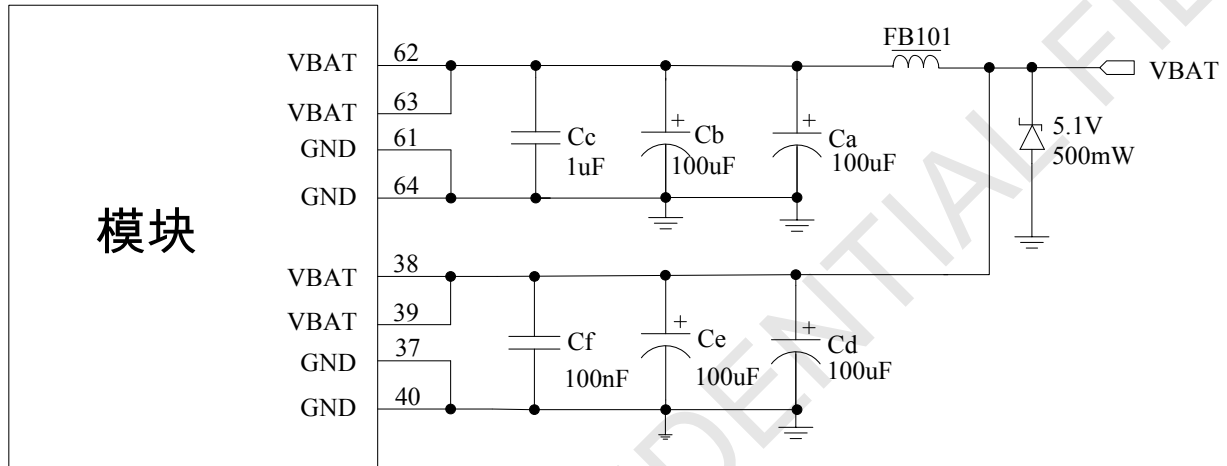

图 6: VBAT 输入参考电路
**注意：**测试条件：VBAT 供电 3.8V， $C_d=100\ \mu\text{F}$  铝电容(ESR 等于  $0.7\ \Omega$ )， $C_f=100\text{nF}$ 。(电路请参考图 6)